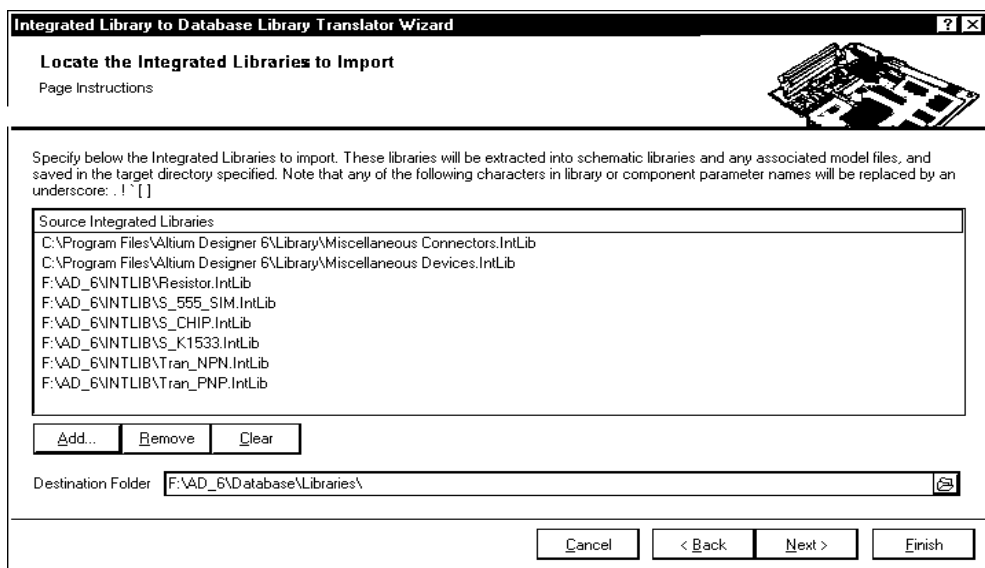

Рис. 11.20. Мастер конверсии интегрированной библиотеки Altium Designer в библиотеку базы данных: составление списка библиотек, подлежащих конверсии
3. Щелчком на кнопке **Next** перейти на следующую страницу (рис. 11.20), на которой нужно составить список интегрированных библиотек, образуя-